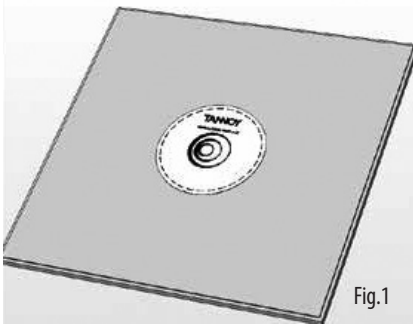

Fig.1
1. Inchioda o avvita l'anello di gesso ai travetti. (Fig. 1)
1. Rimuovere il coperchio del cablaggio sul retro dell'altoparlante per accedere alla spina e alla presa del connettore di tipo europeo. Far passare il cavo attraverso il pressacavo e collegare il connettore di tipo Euro. (Fig. 1)